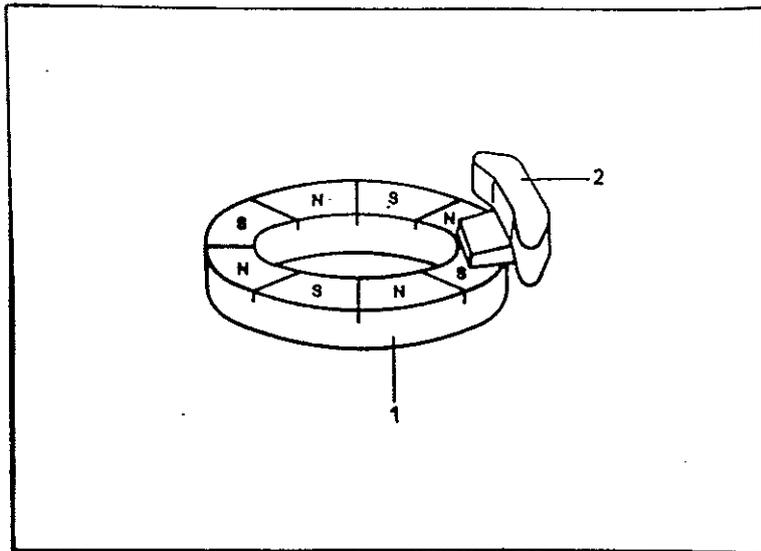

Bild 6: Hall-Effekt-Zündzeitpunktgeber
Die Signalerzeugung im Zündverteiler erfolgt durch den Positionsgeber, der in sich den Magnetrings (1) und den Hall-Sensor (2) vereint. Der Magnetrings dreht sich mit Nockenwellen- bzw. Verteilerwellendrehzahl vor dem Hall-Sensor. Durch die unterschiedliche Magnetisierung des Magnetrings in 8 Sektoren zu je  $45^\circ$  wechseln bei der Drehung gleichmäßig Südpol und Nordpol einander ab. Bei einer Umdrehung werden somit viermal Südpol und viermal Nordpol wirksam. Der Hall-Sensor erkennt diese magnetische Polarität und zeigt sie mit einem Ausgangswert an, es entstehen viermal etwa 0,5 V (Südpol) und viermal etwa 12 V (Nordpol) je Verteilerwellenumdrehung (Bild 6).